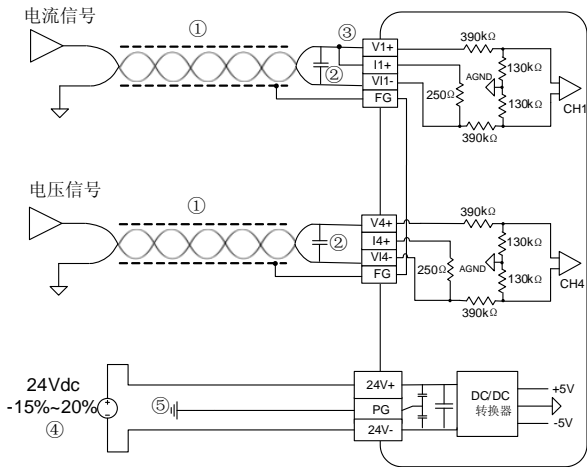

图 2-5 MC100-4AD 用户端子布线示意图
用户端子布线要求，请参见图 2-5。图中①~⑤表示布线时必须注意的事项：